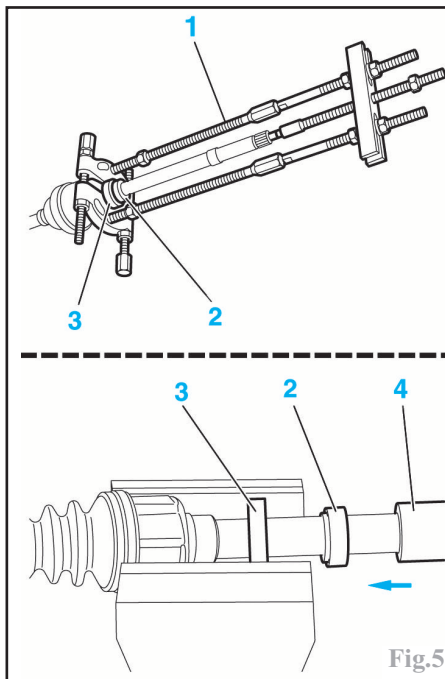

Fig.5
Déposer la bague d'étanchéité (2) (Fig.5) et le roulement (3) du palier intermédiaire à l'aide d'extracteur approprié (1).